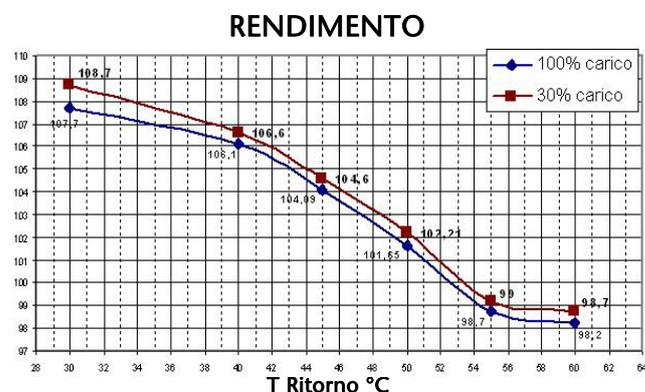

Figura 1
Il gruppo termico Corolla Serie 1000 rappresenta un punto d'arrivo per ciò che concerne economia di gestione, (rendimenti fino al 109% su Hi, vedi Figura 1) affidabilità e flessibilità. Grazie infatti allo speciale scambiatore di calore a potenza maggiorata, alla nuova gestione elettronica, alla modularità e versatilità, è possibile effettuare un rapido collegamento ad ogni tipo d'impianto di riscaldamento e produzione di acqua calda sanitaria con accumulo.
- Scambiatore a condensazione in acciaio inox, con rendimento fino al 109% (vedi Figura 1);